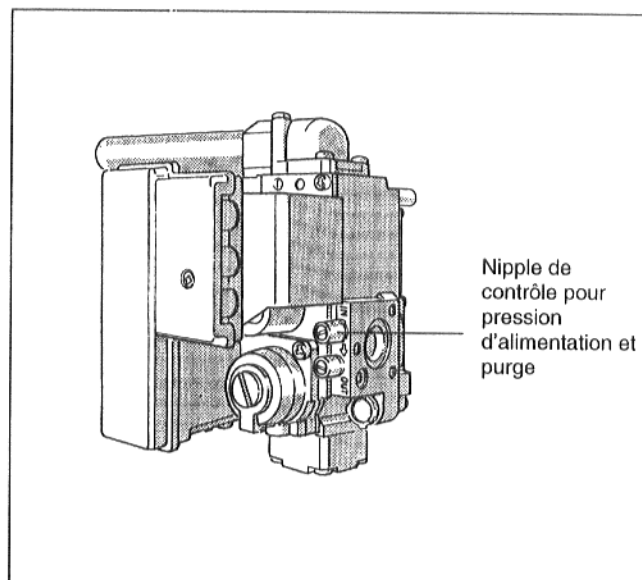
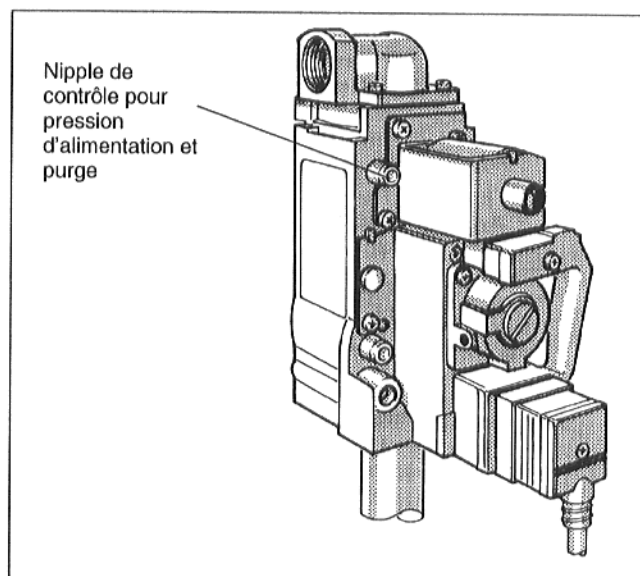

Fig. 25 Armature du brûleur à gaz VK 4100
Fig. 26 Armature du brûleur à gaz "Honeywell" VR 4601
- Purger la conduite d'amenée du gaz : Dévisser de deux tours la vis de fermeture de la nippie de contrôle de la pression d'alimentation et de purge, sur l'armature du brûleur à gaz (Fig. 25 à Fig. 26). Lorsqu'il n'y a plus d'air, la revisser.